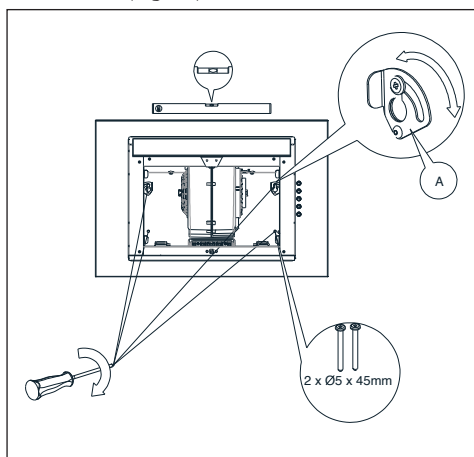

Fig.14 Positionnement de la hotte
5. Placez le niveau sur le corps de la hotte. En faisant tourner l'élément marqué d'un A, ajustez le niveau de la hotte en fonction des indications du niveau, puis serrez deux vis vis partiellement vissées auparavant et vissez les deux vis restantes (Fig. 14).